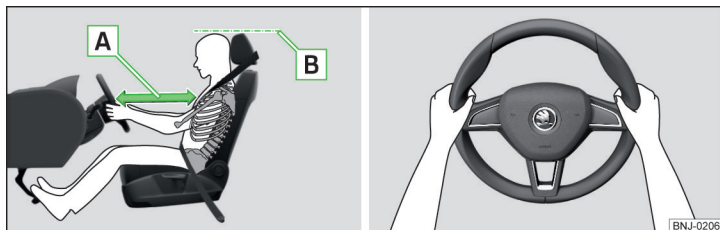

Fig. 2 Posizione corretta del conducente / Posizione corretta del volante
- ✓ Impostare il volante in maniera tale che la distanza tra il volante e il petto sia pari a min. 25 cm » fig. 2 - [A].
- ✓ Regolare il poggiatesta in modo che il bordo superiore del poggiatesta si trovi il più possibile alla stessa altezza della parte superiore del proprio capo (non vale per sedili con poggiatesta integrati) » fig. 2 - [B].
- Durante la marcia tenere il volante con entrambe le mani afferrandolo lateralmente al bordo esterno nelle posizioni "ore 9" e "ore 3" » fig. 2. Non tenere mai il volante nella posizione "ore 12" o in altre posizioni (ad es. al centro del volante, al bordo interno del volante e simili). In caso contrario, all'attivazione dell'airbag ci si potrebbe provocare lesioni alle braccia, alle mani e alla testa.
- ✓ Regolare il poggiatesta in modo che il bordo superiore del poggiatesta si trovi il più possibile alla stessa altezza della parte superiore del proprio capo » **fig. 2 a pag. 11 - [B]** (non vale per sedili con poggiatesta integrato).
- ✓ Regolare i poggiatesta in modo che il bordo superiore dei poggiatesta si trovi il più possibile alla stessa altezza della parte superiore della propria testa » **fig. 2 a pag. 11 - [B]**.